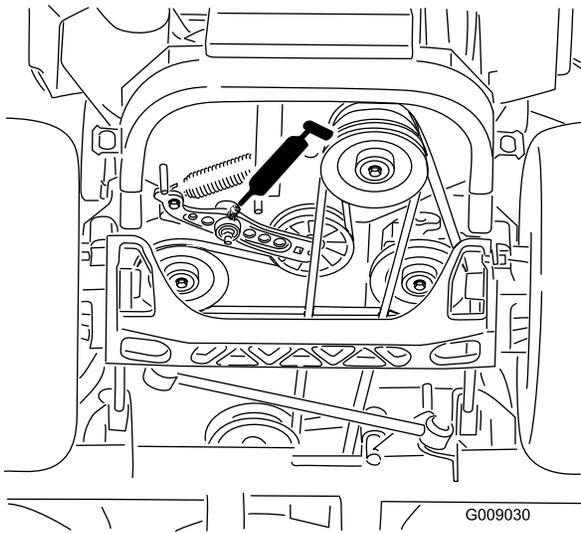

Figura 44
4. Engrase el brazo tensor de la correa de transmisión (Figura 44).